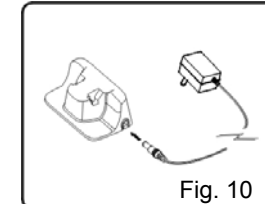
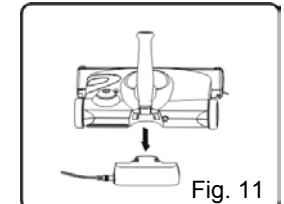

Fig. 10
Fig. 11
- 1b. Brancher la prise du chargeur dans la fiche du socle de recharge (Fig. 10). Brancher l'adaptateur de recharge dans la prise murale (120V., 60Hz). N'utiliser que le chargeur Techworld AD-0920-UL, régime nominal de c.c. 9V, 200mA. Placez l'appareil dans le socle de recharge. (Fig. 11)